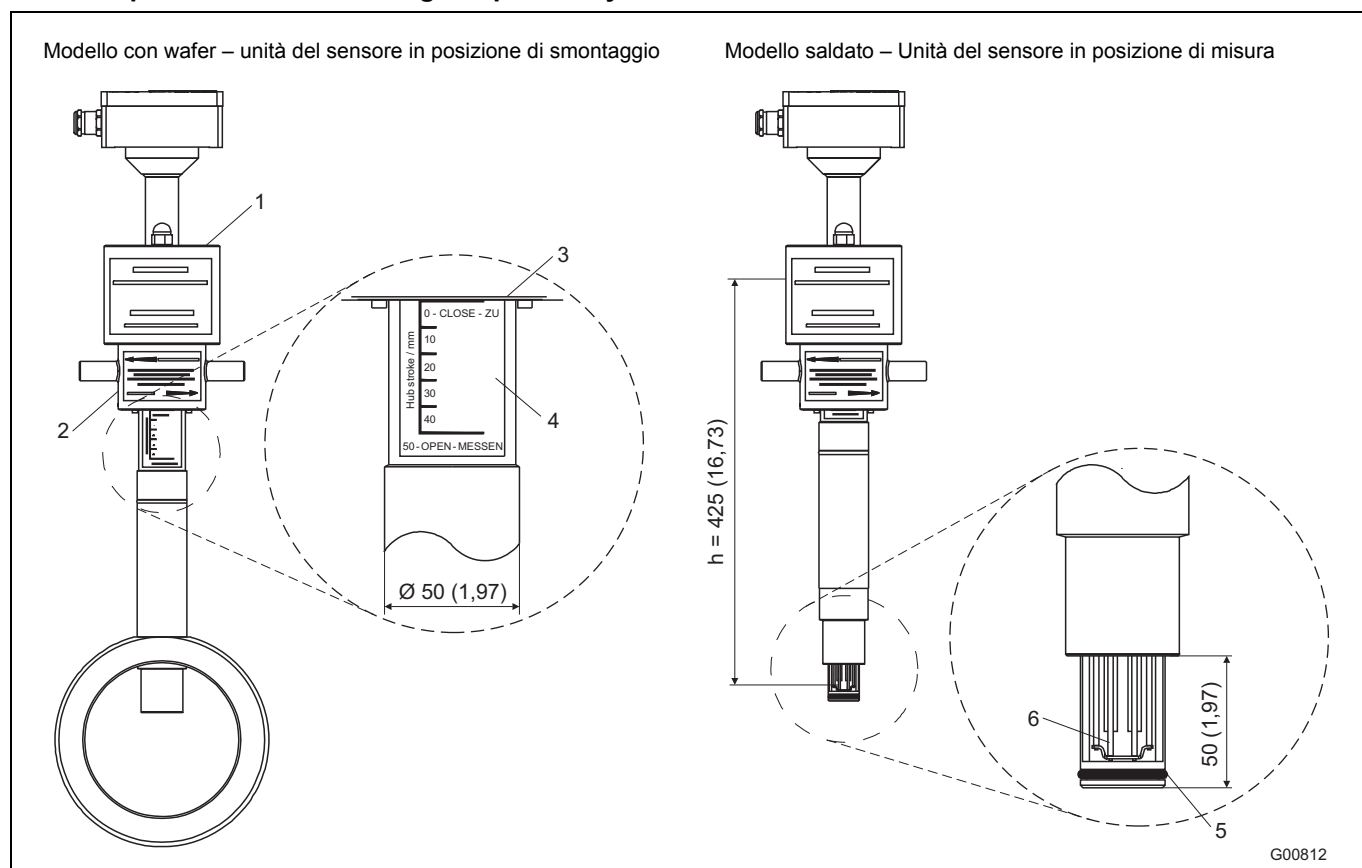
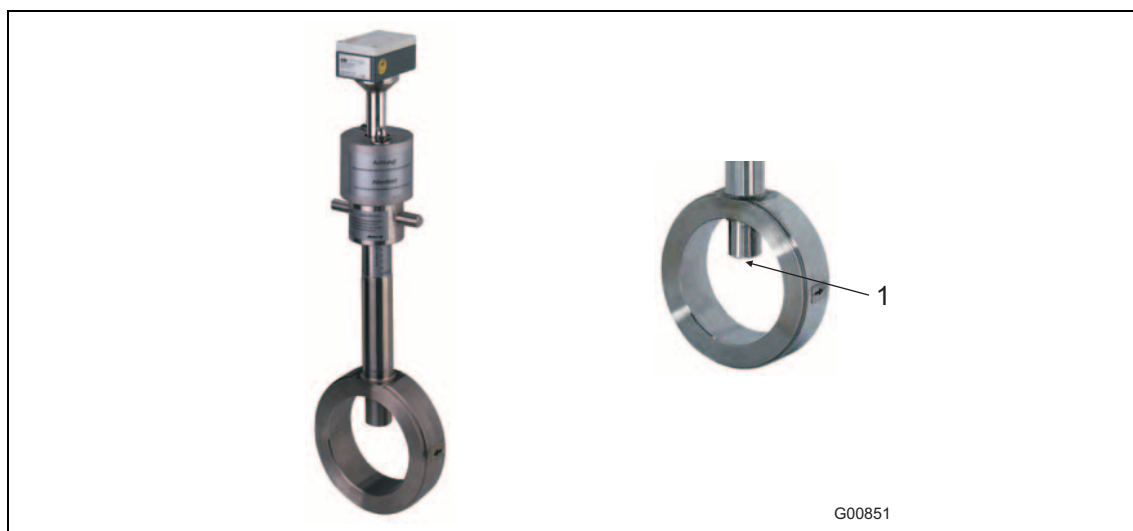
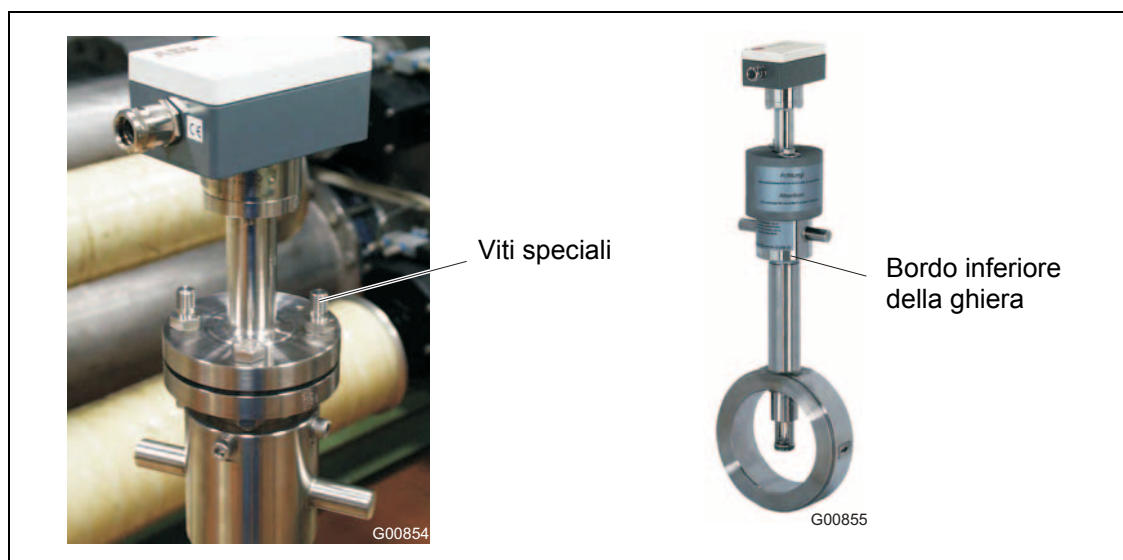

Fig. 9 - Dimensioni in mm (inch)
Fig. 11 - Dispositivo di cambio in posizione di smontaggio
Fig. 14 - Viti speciali per calotte di protezione
Il dispositivo di cambio è dimensionato per pressioni massime di 16 bar abs. Per garantire l'intercambiabilità con i tubi standard di forma 1, la versione con wafer (Fig. 11) è predisposta per flange DIN DN 50 e DN 80 e livello di pressione PN 40. Nel modello DN 65 nel livello di pressione PN 16 si devono utilizzare flange di collegamento con 4 fori delle viti. I modelli in pollici 2 ... 8" sono dimensionati per flange di collegamento ASME B16.5 Cl.150. Lunghezze adatte del sensore di misura: vedere Fig. 9.
La Fig. 11 (a sinistra) illustra la versione con wafer montata del dispositivo di cambio in posizione di smontaggio. Il tubo di guida si trova in posizione finale superiore, tappando l'apertura del Sensyflow (a destra).
- Il trasduttore di misura deve trovarsi in posizione di smontaggio (Fig. 11); l'apertura del Sensyflow è ermetizzata.
- Inserire il trasduttore di misura nel dispositivo di cambio ed avvitare (montare le 2 viti M12 e le 2 viti speciali prolungate a due a due opposte [Fig. 14]).
- Applicare le calotte di protezione e fissare mediante dadi sulle viti speciali (Fig. 14).
- Ruotare il trasduttore di misura mediante la ghiera portandolo in posizione di misura (Fig. 14). Il bordo inferiore della ghiera indica la posizione dell'elemento di misura. Solo al raggiungimento della posizione di misura 50 - OPEN - MISURA (battuta inferiore della ghiera) gli elementi di misura si trovano al centro della tubazione e possono fornire valori precisi (vedere il dettaglio A di Fig. 9).
- Ruotare il dispositivo di cambio in posizione di smontaggio mediante la ghiera (battuta superiore della ghiera, la scritta 0 - CLOSE - CHIUSO deve essere visibile (vedere il dettaglio A di Fig. 9).